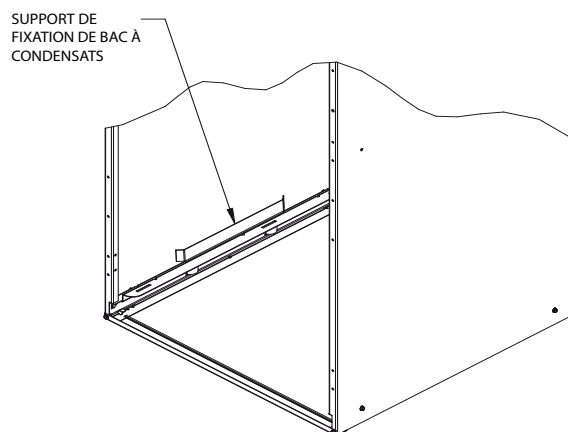

Figure 7 – Support de fixation du bac à condensats
5. Retirez le support de soutien du serpentín du bac de récupération horizontal du rail de soutien du côté gauche de l'appareil et réinstallez-le sur le rail de soutien du serpentín du côté droit de l'appareil (Fig. 7).